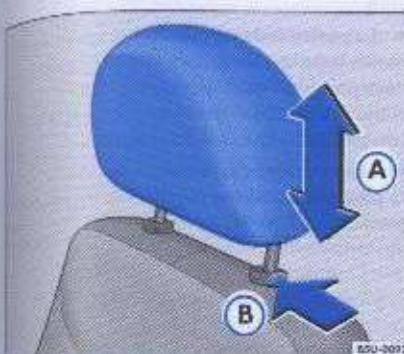

Fig. 77 Ajustar o remover los apoyos para cabeza delanteros
- Desplace el apoyo para cabeza hacia arriba o hacia abajo -flecha- → fig. 77 A, hasta alcanzar la altura correcta → página 100.
- Presione la traba en el sentido de la flecha → fig. 77 B. Mantenga la traba presionada y, al mismo tiempo, tire del apoyo hacia afuera → △.